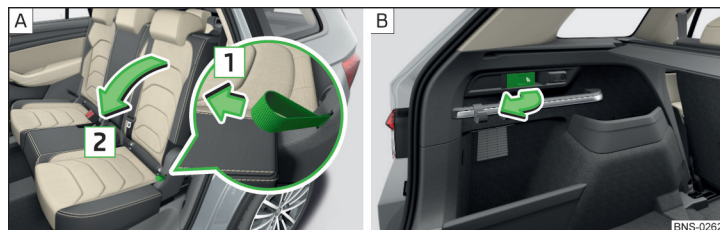

Fig. 93 Desde el habitáculo / plegar desde el maletero
- Tirar del lazo en la dirección de la flecha **1** en el área lateral del asiento y plegar el respaldo en la dirección de la flecha **2** » fig. 93. El enclavamiento debe encajar de forma audible.
- Tire de la palanca en el sentido de la flecha » fig. 93. El respaldo es desbloqueado y dado el caso abatido hacia adelante.
- Tirar del lazo **1** y desplegar el respaldo contra la dirección de la flecha **2** » fig. 93. El respaldo tiene que enclavar de forma audible.